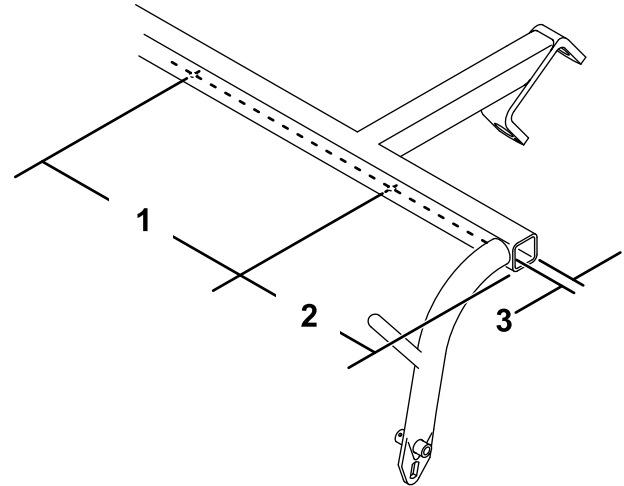

图2
4. 如果牵引架的下侧没有 2 个孔，使用 5.6mm 钻头在如图2 所示的位置钻孔。